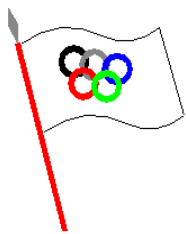

图 3-50 五环旗
- (1) 预先定义 (2) 用户定义 (3) 自定义
6. 绘制如图 3-50 的五环旗图形。